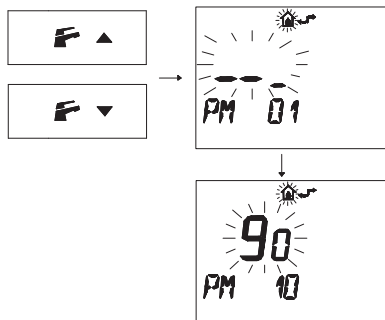

Fig. 5.69
- Premere i pulsanti  o  per visualizzare la programmazione "PM10" selezione della frequenza di accensione (Fig. 5.69).
Nella Fig. 5.69 si visualizza un SET programmato di **90** corrispondente ad un tempo di riaccensione di 3 minuti circa. Il campo di regolazioni è da 0 a 8 minuti e mezzo.